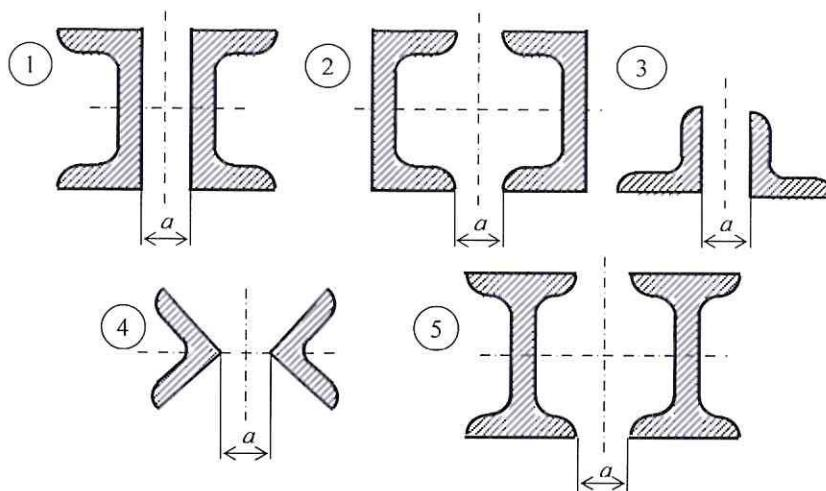
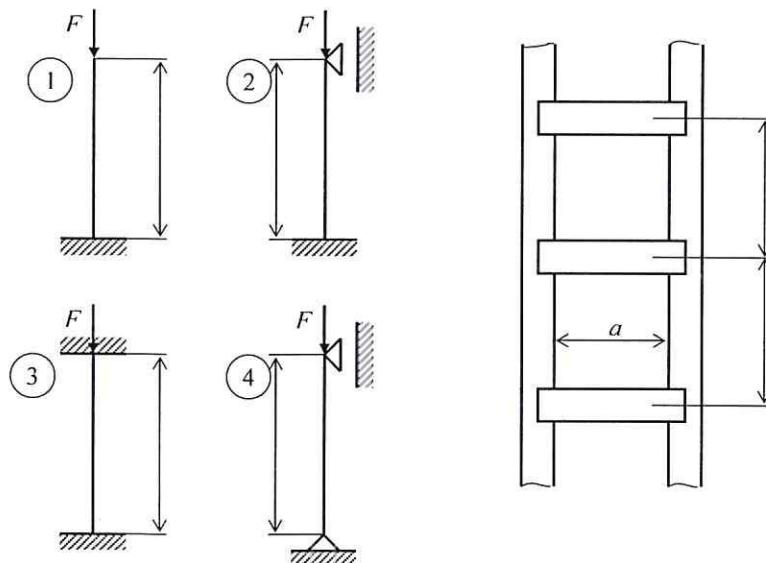

Рис.7
Рис. 8
Стержень длиной l сжат силой F . Поперечное сечение стержня состоит из двух стандартных профилей (рис. 7), соединенных между собой так, что их совместная работа, как единого стержня, обеспечена. При заданном способе закрепления концов стержня (рис. 8) требуется:
3) определить расстояние h (рис. 8) между планками соединительной решетки.